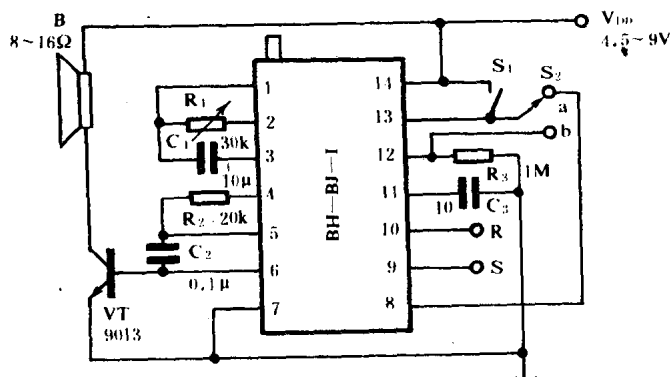

图1-1(c) BH-BJ-1 典型应用电路
BH-BJ-1 集成电路典型应用电路见图1-1(c)所示。图中 S_2 为音调选择开关, 图示位置为间断声响, S_1 为响声控制开关。当 S_1 闭合, 扬声器 B 即发出间断报警声响, S_1 打开, 报警声停止。当 S_2 拨向 b 端, 为回旋变调报警声响, 工作与否受 R、S 端电平控制。三极管 VT 为集成块 BH-BJ-1 的外接功放管, 集成块⑥脚输出的报警声响信号经 VT 放大后可驱动 B 发声。